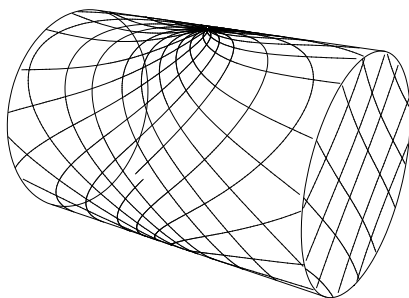

Abbildung 1: Erster Zyklus
Die kombinierte Bewegung des Mischergehäuses und der Düsen sorgt für eine vollständige Mischung im Tank. Nach insgesamt $11\frac{1}{4}$ Umdrehungen der Naben mit Düsen ($10^{3/4}$ Umdrehungen des Mischergehäuses) wird schließlich ein grobes Bewegungsmuster erzeugt, das nach Projektion auf die Tankoberfläche wie in Abbildung 1 aussieht. In den nachfolgenden Zyklen wird dieses Muster drei (3) Mal mit einer bestimmten Versetzung ($\frac{1}{4}$) wiederholt. Dadurch wird das Muster schrittweise dichter. Nach 45 Umdrehungen der Naben mit Düsen (43 Umdrehungen des Maschinenkörpers) ist schließlich ein vollständiges Mischmuster erzeugt, und das erste Muster wird wiederholt. Diese Funktion beseitigt „Totvolumen“ im Tank und macht den Drehstrahlmischer Isos-Mix zu einer sehr effizienten automatischen Tankreinigungsmaschine, wenn der Tank leer ist.
Die kombinierte Bewegung des Mischergehäuses und der Düsen sorgt für eine vollständige Mischung im Tank. Nach $5^{5/8}$ Umdrehungen der Naben mit Düsen ($5^{5/8}$ Umdrehungen des Mischergehäuses) wird schließlich ein grobes Bewegungsmuster erzeugt, das nach Projektion auf die Tankoberfläche wie in Abbildung 1 aussieht. In den nachfolgenden Zyklen wird dieses Muster sieben (7) Mal mit einer Versetzung von $\frac{1}{8}$ wiederholt. Dadurch wird das Muster schrittweise dichter. Nach insgesamt 45 Umdrehungen der Naben mit Düsen (43 Umdrehungen des Mischergehäuses) ist schließlich ein vollständiges Mischmuster erzeugt, und das erste Muster wird wiederholt. Diese Funktion beseitigt „Totvolumen“ im Tank und macht den Drehstrahlmischer IM-20 a zu einer sehr effizienten automatischen Tankreinigungsmaschine, wenn der Tank leer ist.